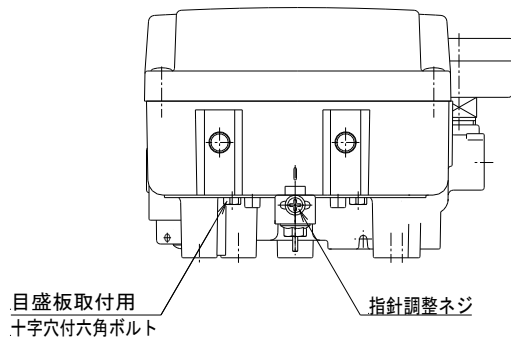

図 25 指針の位置合わせ
- (2) アクチュエータの中間開度(ポジショナへの入力信号50%時)にて停止させ、目盛板の50%と指針が合うように、指針の位置を調整して下さい(図25参照)。もし、指針を調整しても目盛板の50%と一致しない時は、供給圧力を一度切って、フォークレバー式継手の位置合せを行い、カムとカムとの位置合せと、ゼロ点調整を再度行ってください。